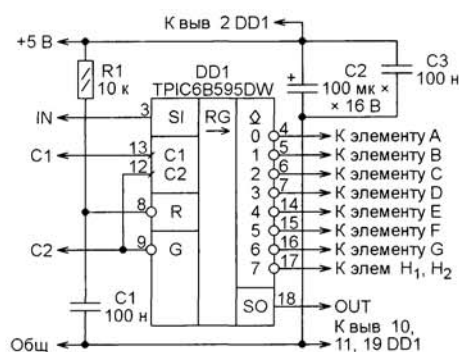

Рис. 6
**Блок индикации** построен на дискретных светодиодах, образующих "семизэлементные" изображения цифр. Каждый его разряд выполнен по схеме, показанной на **рис. 6**. Применены микросхемы TPIC6B595DW — функциональные аналоги широко распростра-